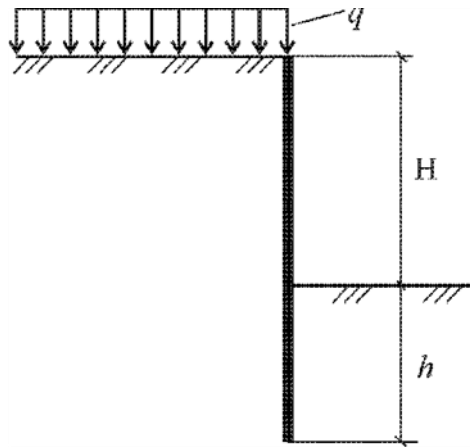

Рис.5
1. Определить активное  $p_{а\varphi}$  и пассивное  $p_{п\varphi}$  давления грунта на стенку ограждения котлована в несвязном грунте. Построить эпюры давлений (рис. 5).
2. Определить активное  $p_a$  и пассивное  $p_p$  давления грунта на стенку ограждения котлована в связном грунте. Построить эпюры давлений (см.рис.5).